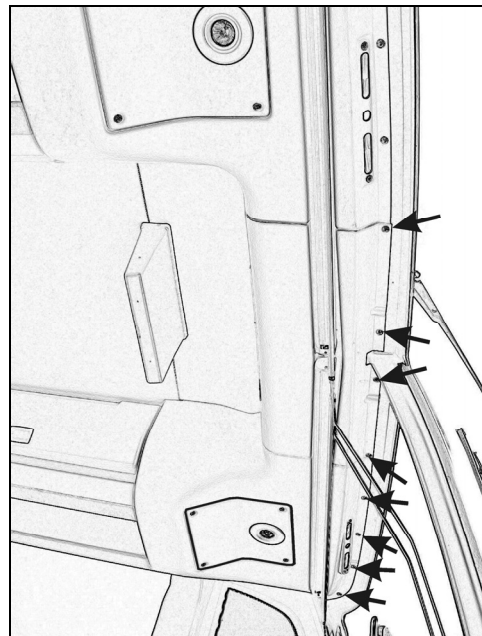

FIGURE 2
2. Retirer les vis de fixation situées le long du pare-brise au-dessus du conducteur afin de libérer le panneau de finition avant gauche (côté conducteur) (Voir figure 2).